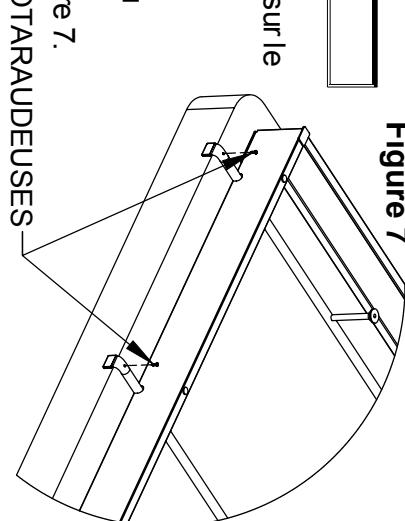

Figure 7
Étape 4 : Fixer les TRAVERSES TUBULAIRES au sommier à ressorts à l'aide des VIS AUTOTARADEUSES, tel qu'ilustré à la Figure 7.